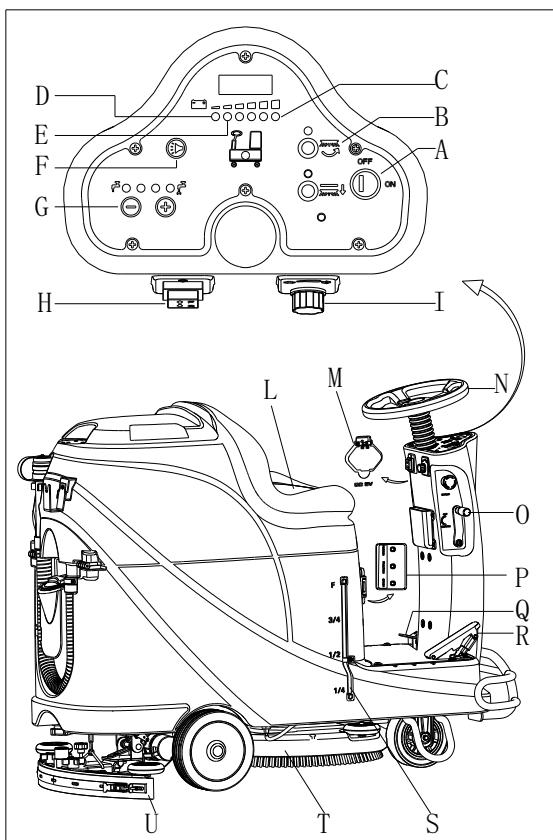

Figure 10
2. S'asseoir sur le siège (L, Figure 10), insérer la clé de contact (A) et la tourner vers « marche ». Si le voyant vert (C) est allumé, les batteries sont complètement chargées pour utilisation. Si le voyant jaune (E) ou le voyant rouge (D) est allumé, les batteries doivent être chargées avant de faire fonctionner la machine. [Se référer au chapitre ENTRETIEN pour la charge des batteries].
11. Desserrer la pédale d'accélération (R, Figure 10), la machine cesse de fonctionner.
12. Appuyer sur le bouton de la brosse (B) pour arrêter le moteur de la brosse.